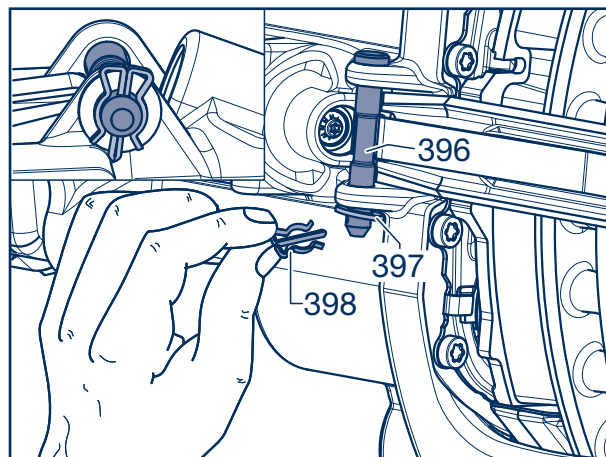

Fig. 12
- [20] Bolzen (396) von oben einsetzen, Scheibe (397) montieren und mit Federsplint (398) sichern. Auf richtige Montageposition des Splintes achten, damit genügend Freiraum zur Felge gewährleistet ist (siehe Fig. 12, oben).
Ensure the correct installation position of the splint, in order to guarantee sufficient clearance to the rim (see Fig. 12 above).
Assurer la position de montage correcte de la goupille fendue afin qu'il y ait suffisamment d'espace libre par rapport à la jante (voir fig. 12, en haut).